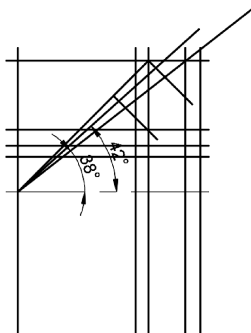

图 14-44 绘制角度线
(6) 绘制角度线。单击“默认”选项卡“绘图”面板中的“直线”按钮 ，绘制如图 14-44 所示的角度线。